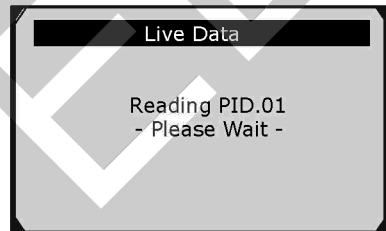

Рисунок 5-9
- 2) Подождите несколько секунд пока сканер проверит доступные ПИД-регуляторы. См. рисунок 5.9.